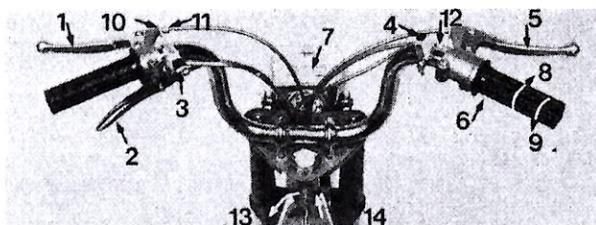

Fig. 2
Le fonctionnement de l'avertisseur n'est possible que lorsque le moteur tourne. Le bouton de commande est placé au côté droit du guidon (fig. 2 - n° 4).
L'éclairage n'est possible que lorsque le moteur tourne. Le bouton de commande est placé sur le dessus du phare (fig. 2 - n° 7).
**Attention :** le moteur est équipé d'un starter à retour automatique déclenché par la pleine ouverture de la poignée tournante de gaz (fig. 2 - n° 6).
- Tournez la poignée de 1/3 de tour dans le sens de la flèche 9 (fig. 2).
- Comprimez le levier de démarrage (fig. 2 - n° 2).
- Fermez la poignée de gaz en la tournant dans le sens de la flèche 8 (fig. 2).
- Accélérez, mais il est recommandé, lorsque le moteur est froid, de ne pas ouvrir les gaz au-delà des 3/4 de la course de la poignée tournante pendant quelques centaines de mètres, pour que le moteur atteigne sa température de fonctionnement sans risque de détérioration. Ensuite ouvrez la commande à fond (fig. 2 - flèche 9) pour déclencher le retour automatique du starter, et revenez immédiatement au ralenti, puis accélérez graduellement jusqu'à l'obtention de la vitesse désirée.
Le moteur lancé, l'augmentation de vitesse se fait par la manœuvre plus ou moins importante de la poignée tournante dans le sens de la flèche 9 (fig. 2).
La diminution de vitesse est obtenue en tournant la poignée dans le sens de la flèche 8 (fig. 2). De l'importance de la course, dépend la vitesse du véhicule.
Tournez la poignée à fond dans le sens de la flèche 8 (fig. 2).
Appuyez sur le bouton de mise à la masse (fig. 2 - n° 3).
N'arrêtez jamais le moteur en comprimant le levier de démarrage (fig. 2 - n° 2) le mécanisme sera inmanquablement détérioré.